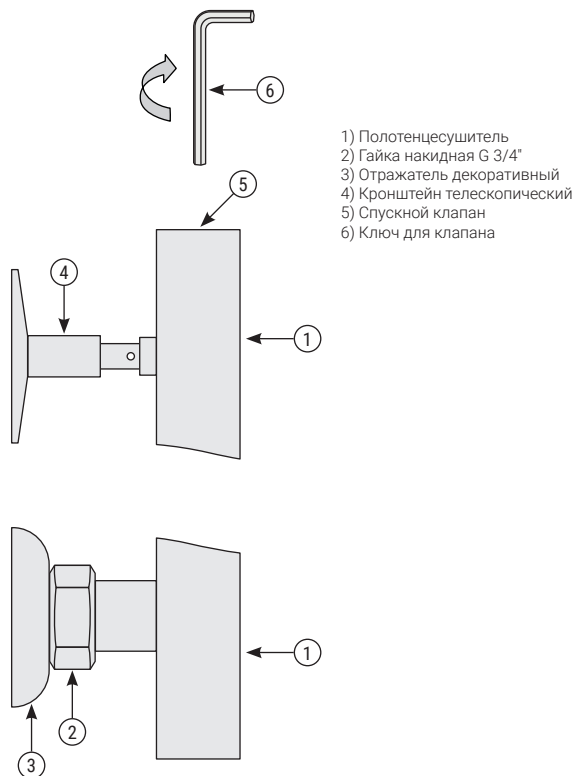

Рис.1
5.1. Сборку и установку изделия производить согласно схеме (рис. 1).